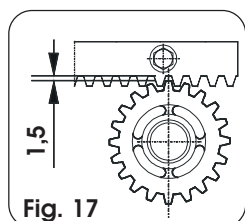

Fig. 17
- Finalizada la instalación de la cremallera, para garantizar un correcto engranaje con el piñón es oportuno bajar unos 1,5 mm (Fig. 17) la posición del motorreductor.